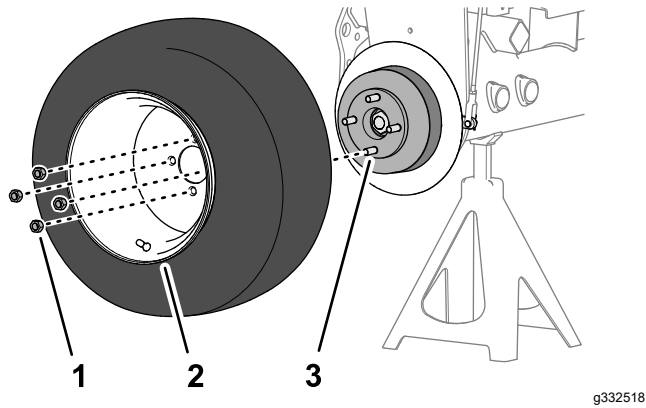

Figure 76
1. Retirez les 4 écrous qui fixent la roue avant au moyeu, et déposez la roue (Figure 76).